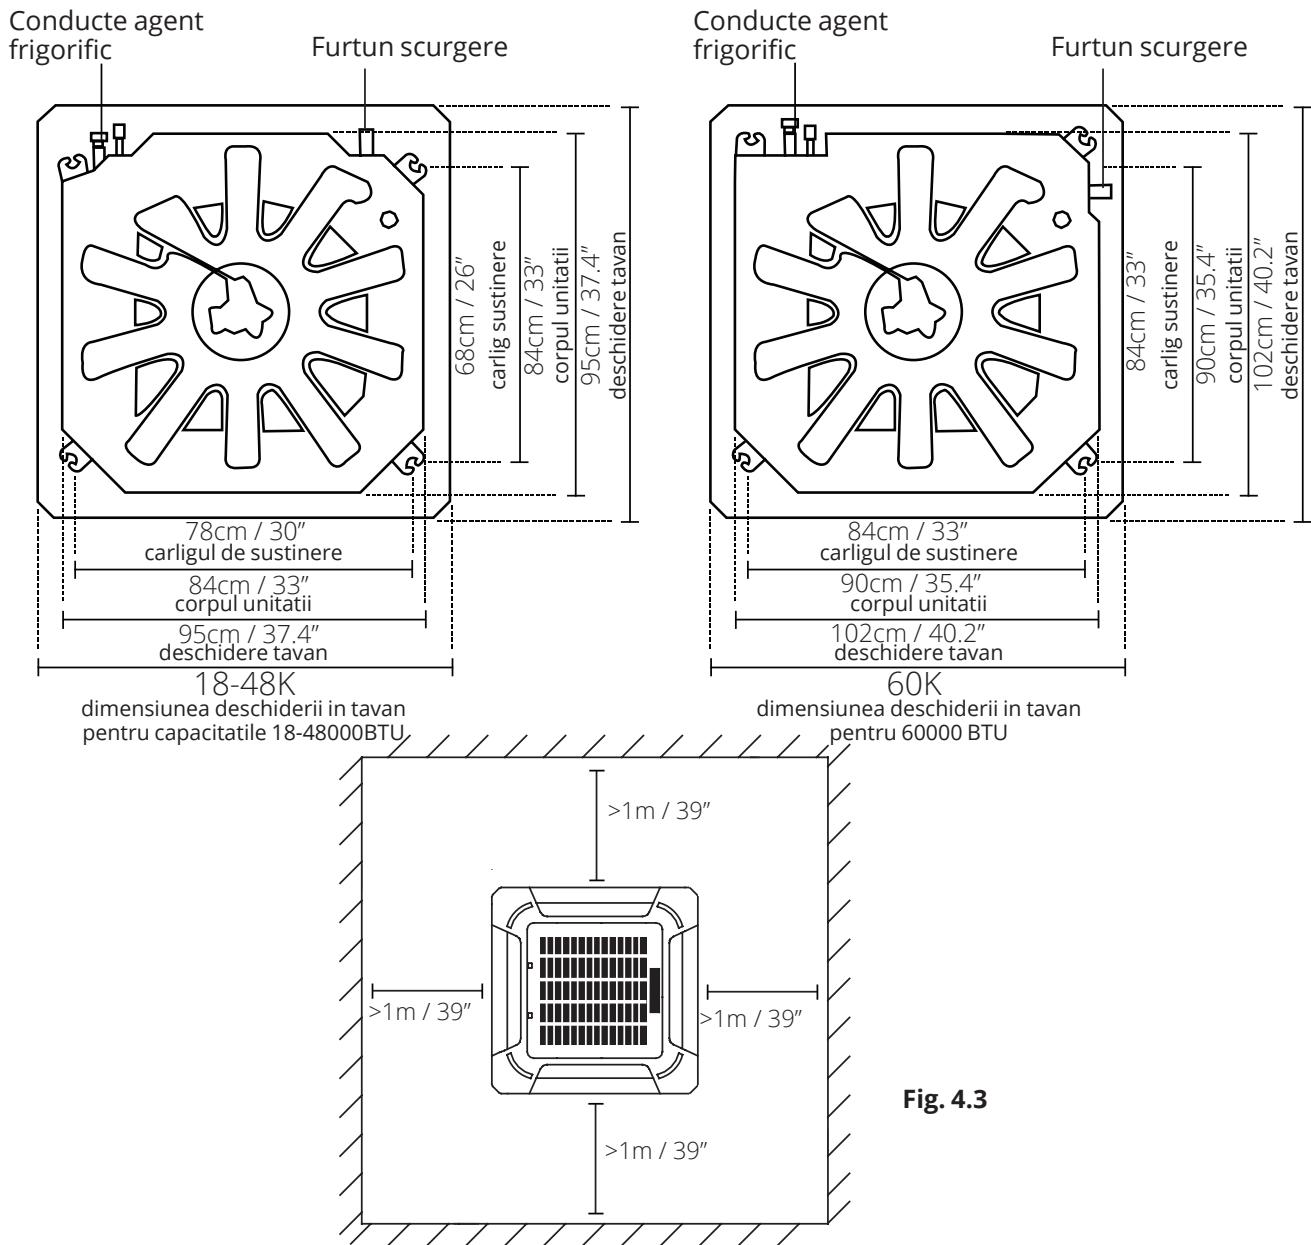

Fig. 4.3
1. Utilizati sablonul din carton pentru a tai plafonul fals conform dimensiunilor necesare, lasand liber cel putin 1m pe fiecare parte. Dimensiunea taiata va fi cu 4cm mai mare decat dimensiunile unitatii interioare (Fig 4.3). Marcati zonele in care veti face gaurile pentru carligele de tavan.